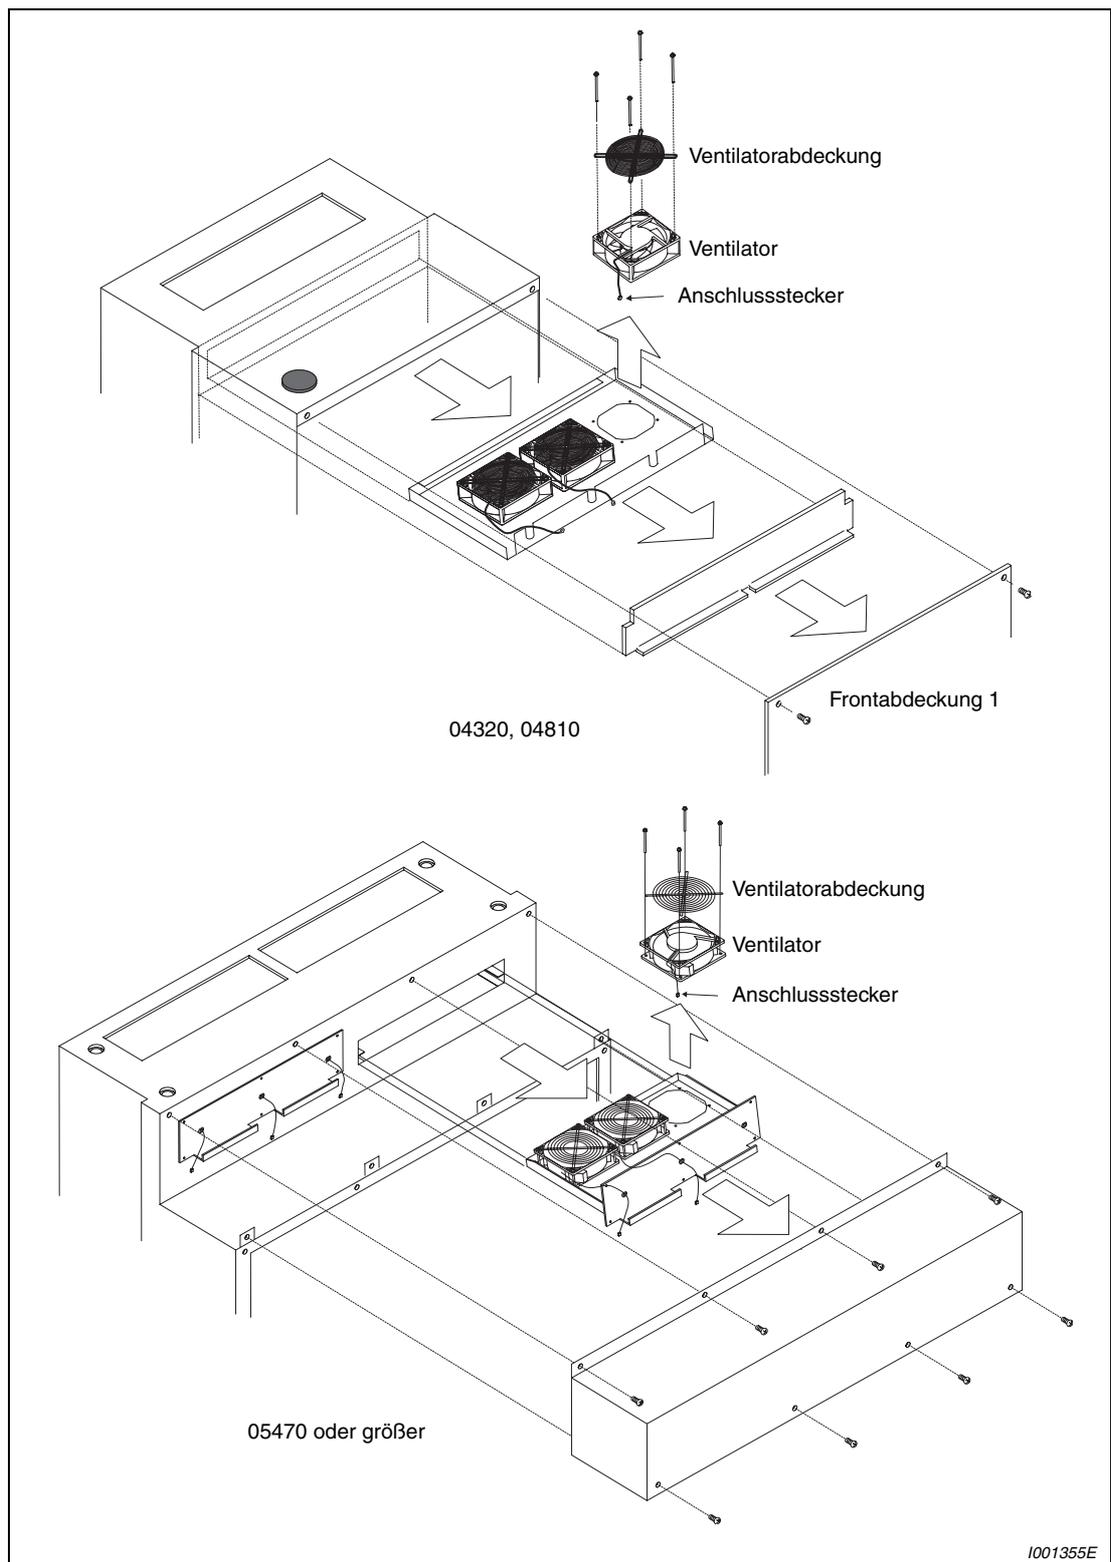

Abb. 8-9: Ausbau des Kühlventilators
- ② Setzen Sie den Kühlventilator entsprechend der Abb. 8-9 in umgekehrter Reihenfolge wieder ein.